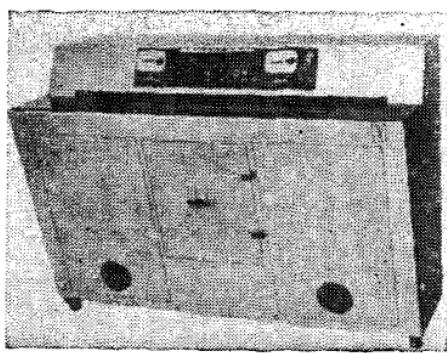

Рис. 51. Репограф
9.14. Репограф (рис. 51) предназначен для микрофильмирования листовых документальных материалов и увеличения отснятых материалов до натуральной величины.